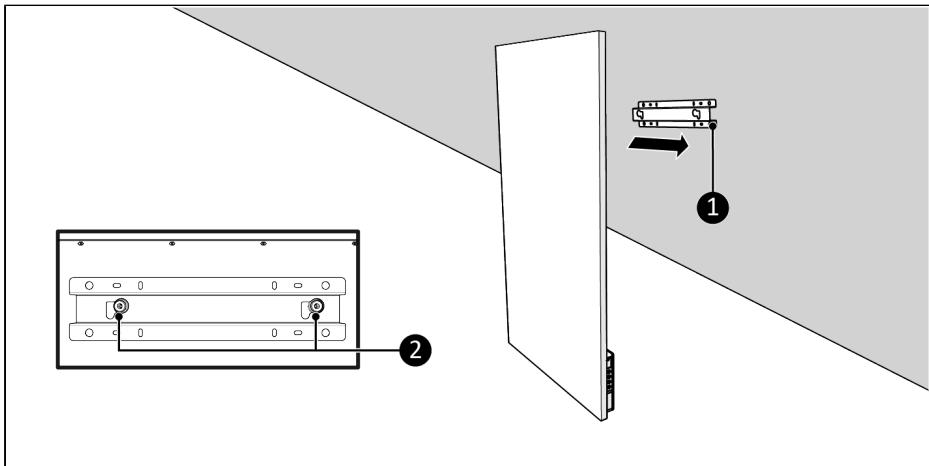

Figure 70.
1. Placera monteringsbultarna (Figure 70, pos. 2) över väggfästet (Figure 70, pos. 1).